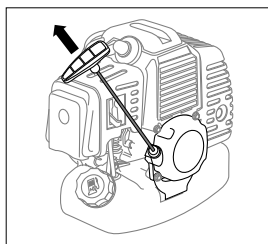

рис. 11
6. Придерживая триммер, плавно потяните рукоятку стартера до момента зацепления в механизме стартера. После чего энергично вытяните шнур на 50-60 см (рис. 11). Во избежание повреждения корпуса стартера не бросайте рукоятку стартера, плавно верните ее в исходное положение. Повторите данные действия 3-5 раз до первой вспышки топлива в двигателе. При этом двигатель заводиться не должен.